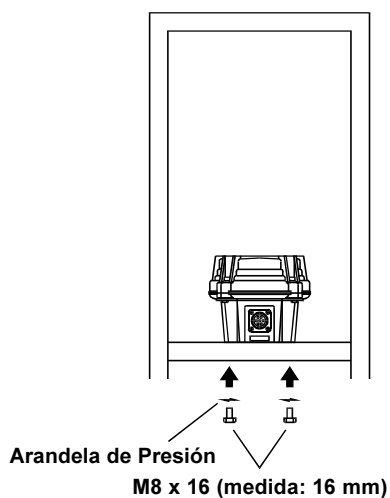

Figura 2
2. Fije el rotador en la placa de montaje respectiva de la torre utilizando los pernos M8 x 16 y las arandelas de presión que se suministran con el equipo. Es recomendable untar ligeramente las puntas de los pernos con grasa lubricante para facilitar su remoción en el futuro (ver figura 2).